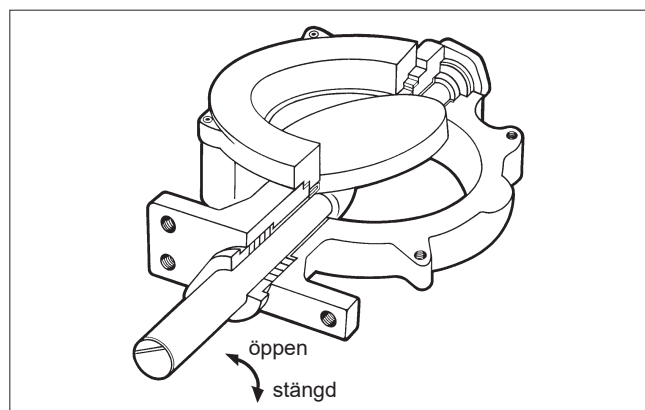

Bild 13 Kontaktlinjen mellan spjället och sätet
- Centra försiktigt sätesringen (4) i dess spår, och vrid spjället så att det behåller en lätt kontakt med sätet.
- Montera flänsringen och dra åt skruvarna (27) lätt.
- Dra skruvarna (27) jämnt. En ojämnt åtdragen fläns kan skada sätesringen.
- Kontrollera positionen mellan sätesringen och spjället. Ventilen stängs medurs (se bild 13).
- Skjut in spindlarna i spjällets hål. Rikta in pinnhålen. Bild 13 visar spindelns (13) läge i förhållande till spjället.
- Montera ventilhustätningen (19) och flänsringen (2). Se detaljer i avsnitt 5.4.
- Kontrollera kontaktlinjen mellan sätesringen och spjället (se bild 13).